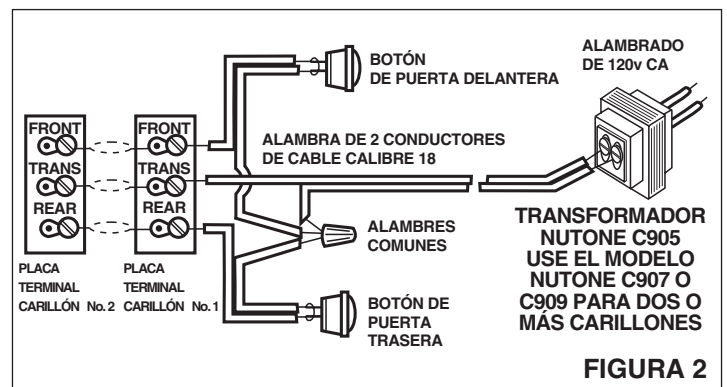

FIGURA 2
4. **Vea la Figura 2.** Traiga los alambres dentro del marco de montaje. Conecte los alambres del transformador y del botón a la placa terminal en la placa de la base del carillón.